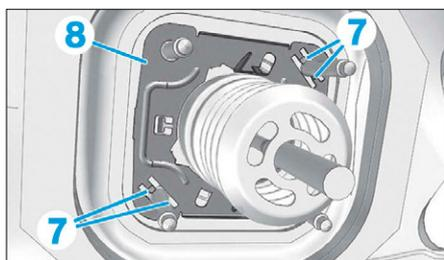

FIG. 23
- Ecarter les agrafes (7) (Fig.23).
- Déposer la tôle de maintien (8).